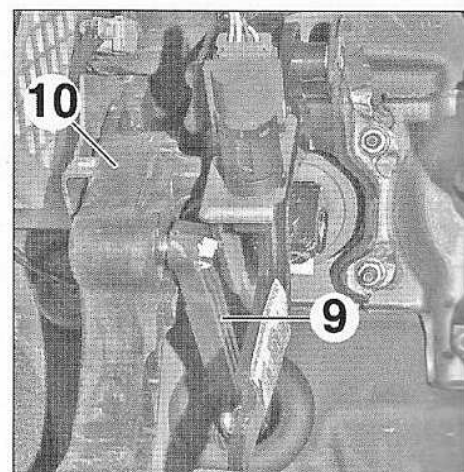

FIG.37
- Dégrafer la tige de commande d'embrayage (9) de la pédale d'embrayage (10) (Fig.37).